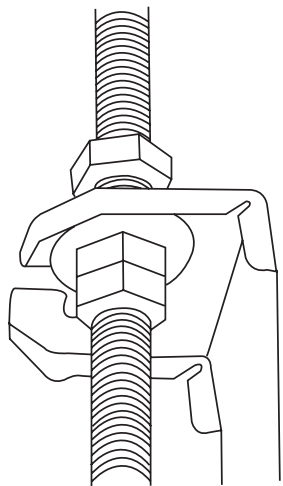

Рис. 4.5
5. Установите внутренний блок. Для подъема и закрепления блока требуются два человека. Вставьте монтажные болты в отверстия для подвески блока. Закрепите их, используя прилагаемые шайбы и гайки (см. рис. 4.5).